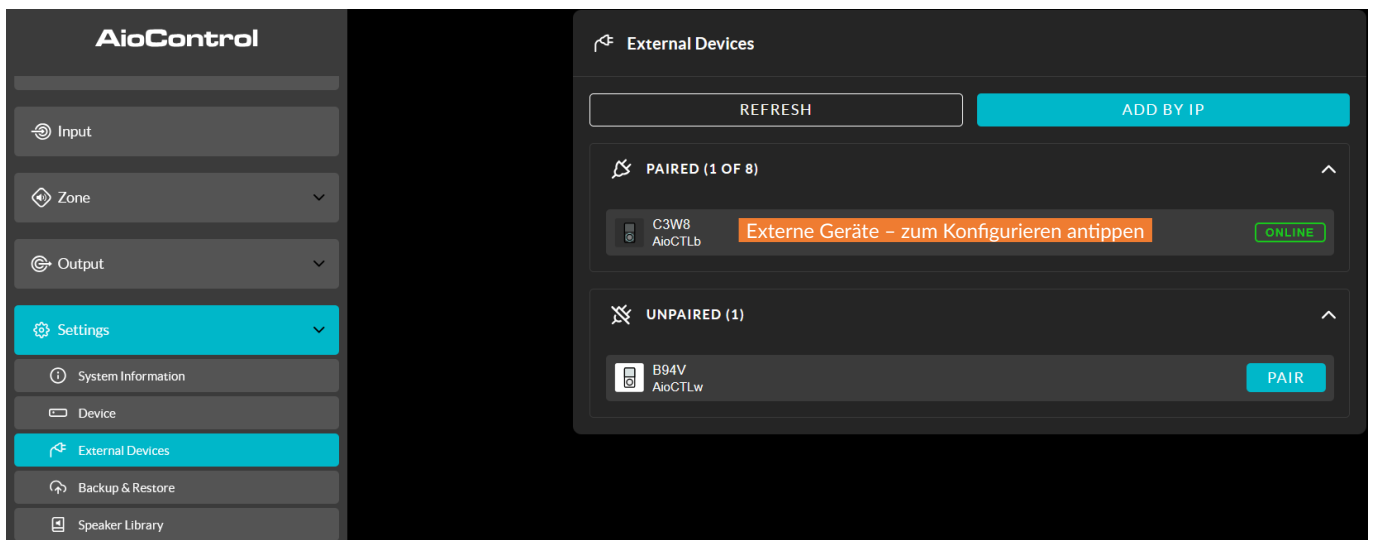

Abbildung 6M: Der Bildschirm „Externe Geräte“
- Über das Menü „**External Devices**“ können die Bedientaster mit einem Verstärker gekoppelt und konfiguriert werden. Je nach Produkt, Installation und Konfiguration kann jedes Gerät eine oder mehrere Verstärkerzonen fernsteuern. Abbildung 6M zeigt die Ansicht des Menüs „**External Devices**“.